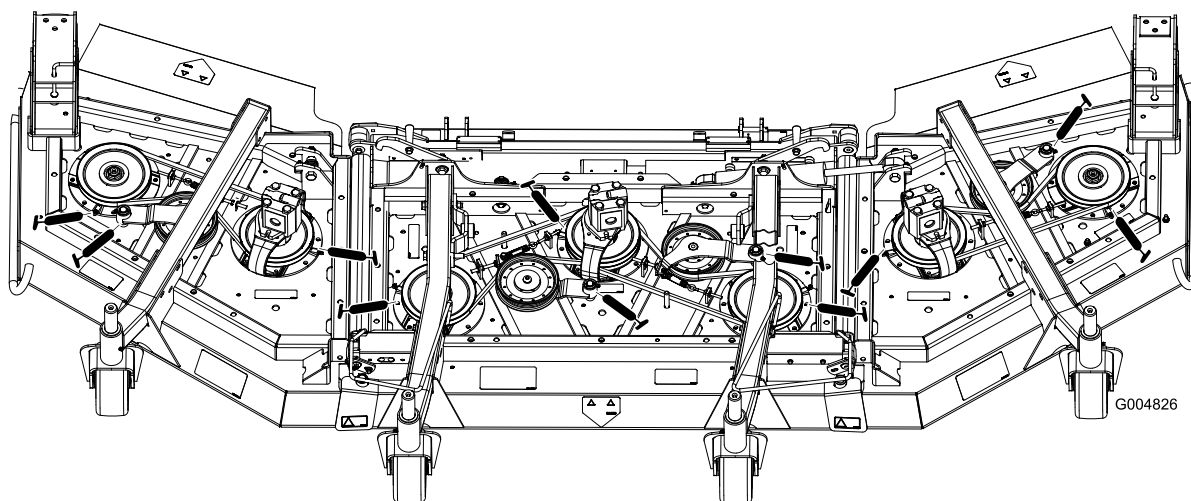

Figura 70
- 3 cuscinetti dell'asse del mandrino – situati sotto la puleggia (Figura 70)
- 2 boccole orientabili del braccio di rinvio (Figura 70)